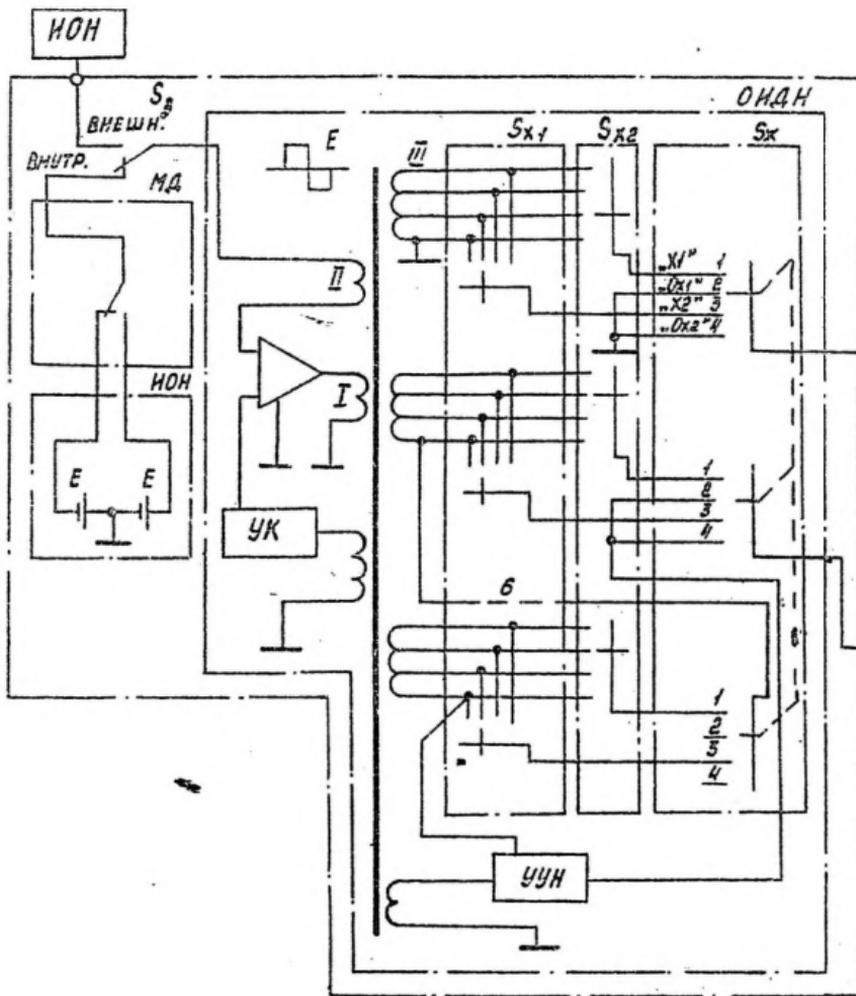

рис. 1
4.1. Функциональная схема БИ представлена на рис.1.